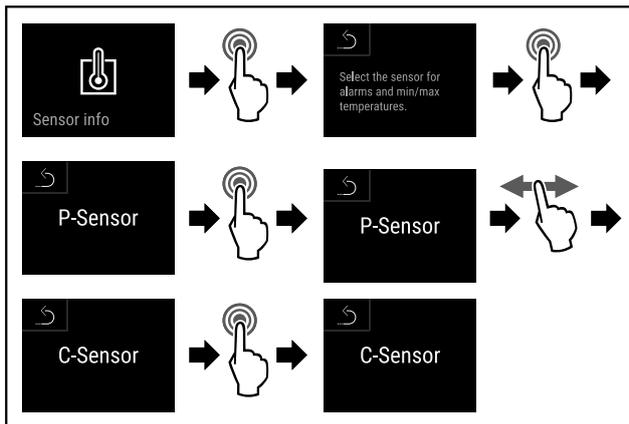

Fig. 166
- ▶ Handlungsschritte (siehe Fig. 166) durchführen.